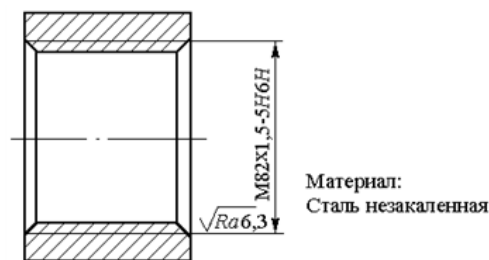

Рисунок 15
11. Предложить метод обработки резьбовой поверхности в условиях единичного производства (рисунок 15).